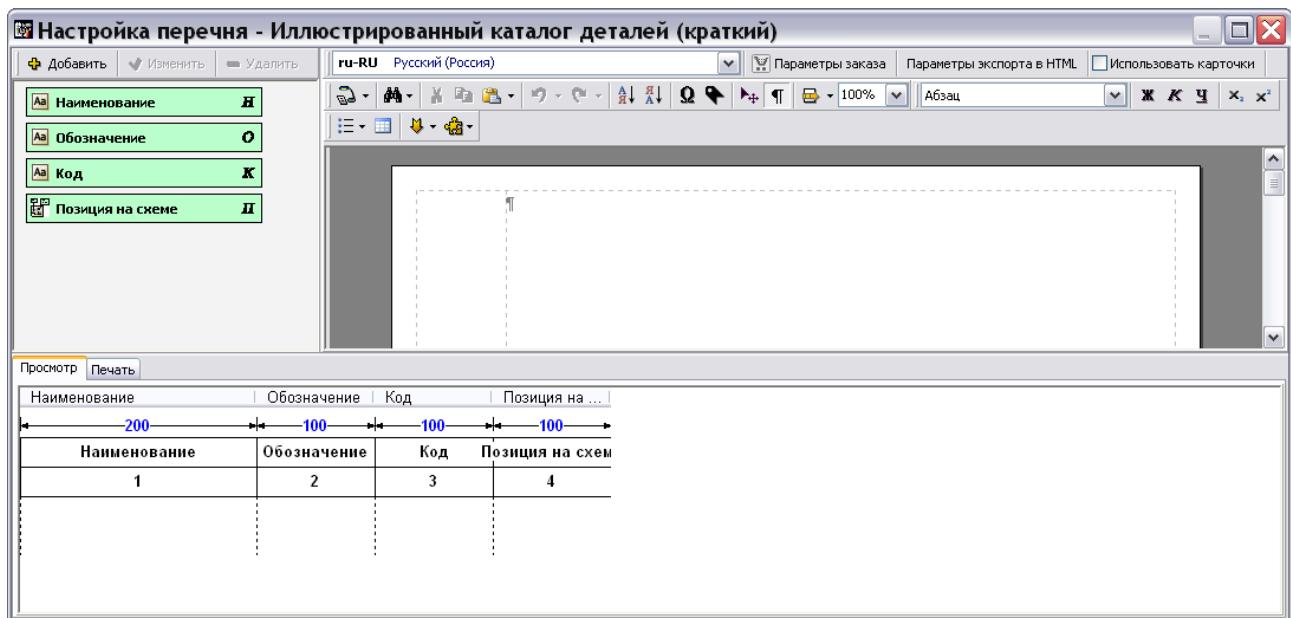

Рис. 3.15
5. Нажмите на кнопку **Применить**. Если при создании проекта не заданы языки, то редактирование шаблона электронного каталога невозможно. При нажатии на кнопку **Применить** появится предупреждение об этом. Если языки проекта указаны, то созданный шаблон документа появится в списке шаблонов в окне **Шаблоны документов** и сразу откроется для редактирования (Рис. 3.15).
В редакторе шаблона каталога автоматически создаются четыре обязательных атрибута электронного каталога (Рис. 3.15):
1. В окне **Настройка перечня** выделите атрибут **Наименование** (Рис. 3.15).